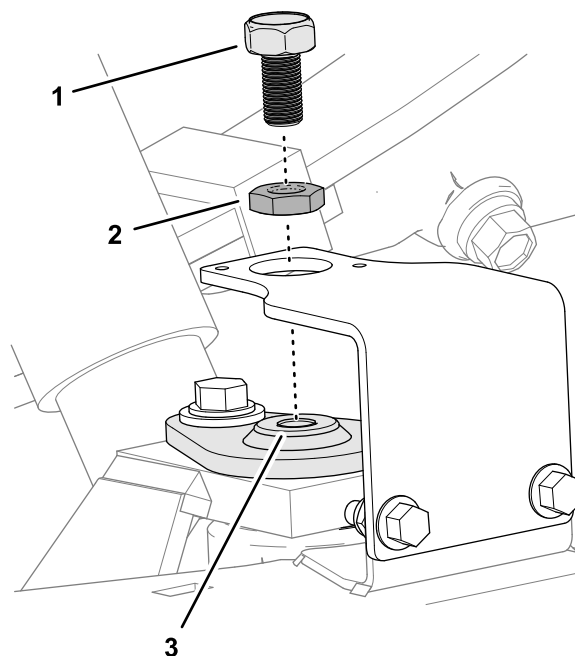

Figure 17
- Vissez complètement l'écrou de blocage sur la cible magnétique (Figure 17).
- Vissez la cible magnétique au sommet de l'axe de pivotement (Figure 17).